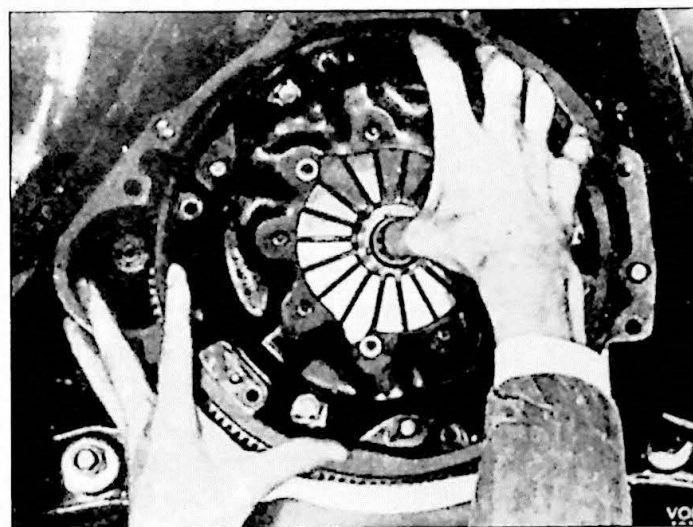

Fig. 5.8. Demontage van de koppelingsplaat
6. Maak de bouten los die de koppeling op het vliegwiel vasthouden. Kruislings een paar slagen per keer losdraaien om spanningen te vermijden. Neem de koppeling en de koppelingsplaat weg (Fig. 5.8).